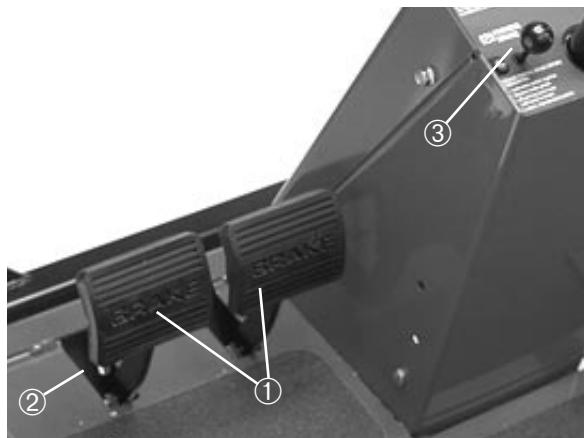

Bild 13
**Bremspedale** (Bild 13)—Zwei Fußpedale aktivieren individuelle Radbremsen, die dem Wenden, Parken und der besseren Bodenhaftung an Hängen dienen. Ein Riegel sperrt beide Pedale für den Feststellbremsbetrieb und Transport zusammen.
**Feststellbremsshebel** (Bild 13)—Der Hebel an der linken Seite der Lenksäule aktiviert die Feststellbremse. Zum Aktivieren der Feststellbremse die zwei Pedale mit dem Riegeln sperren, beide Pedale durchdrücken und den Feststellbremsshebel herausziehen. Um die Feststellbremse zu lösen, beide Pedale wieder durchdrücken, bis sich der Feststellbremsshebel zurückzieht.